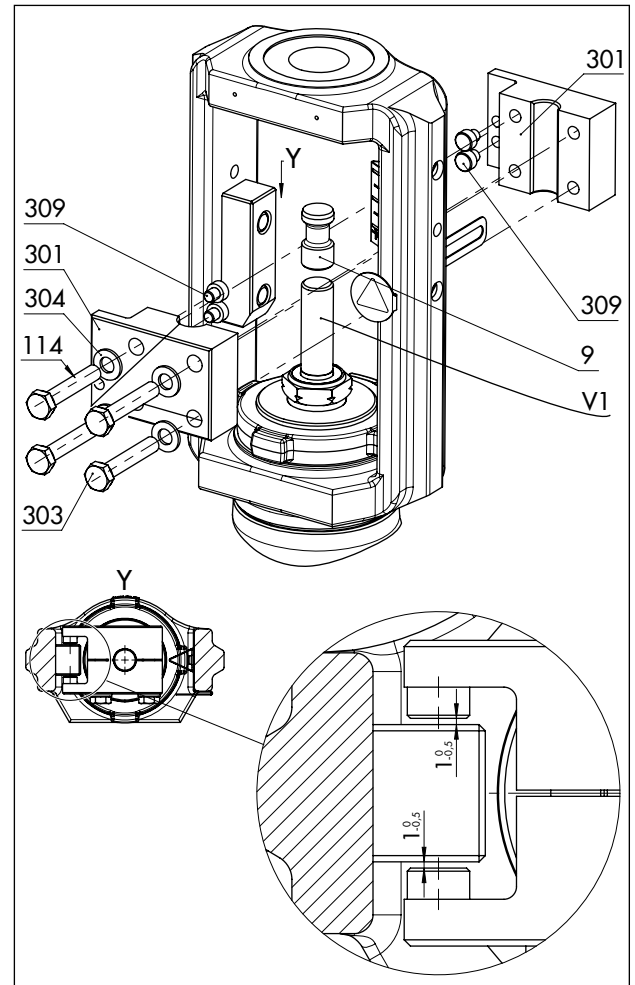

図 17: 回転対策冶具アセンブリの概観（特殊仕様）
- スライドワッシャとヨークの接触面の間には、両側ともそれぞれ 0.5 ~ 1 mm の公称クリアランスがあります（図 17 の詳細表示 Y を参照）。